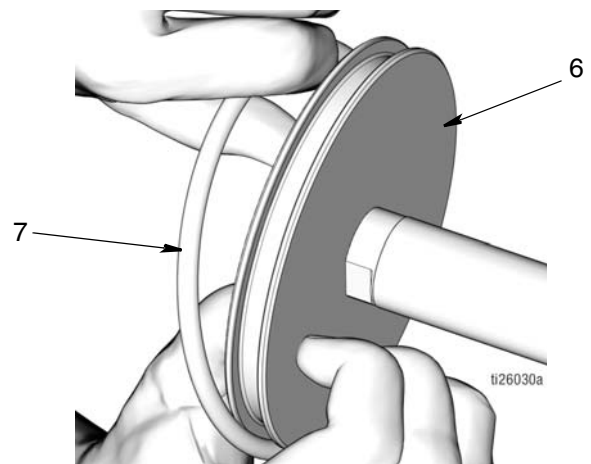

图 50
- e. 在 O 形圈 (7) 上抹上薄薄一层滑脂。在活塞 (6) 上安装 O 形圈 (7)，如图 50 所示。